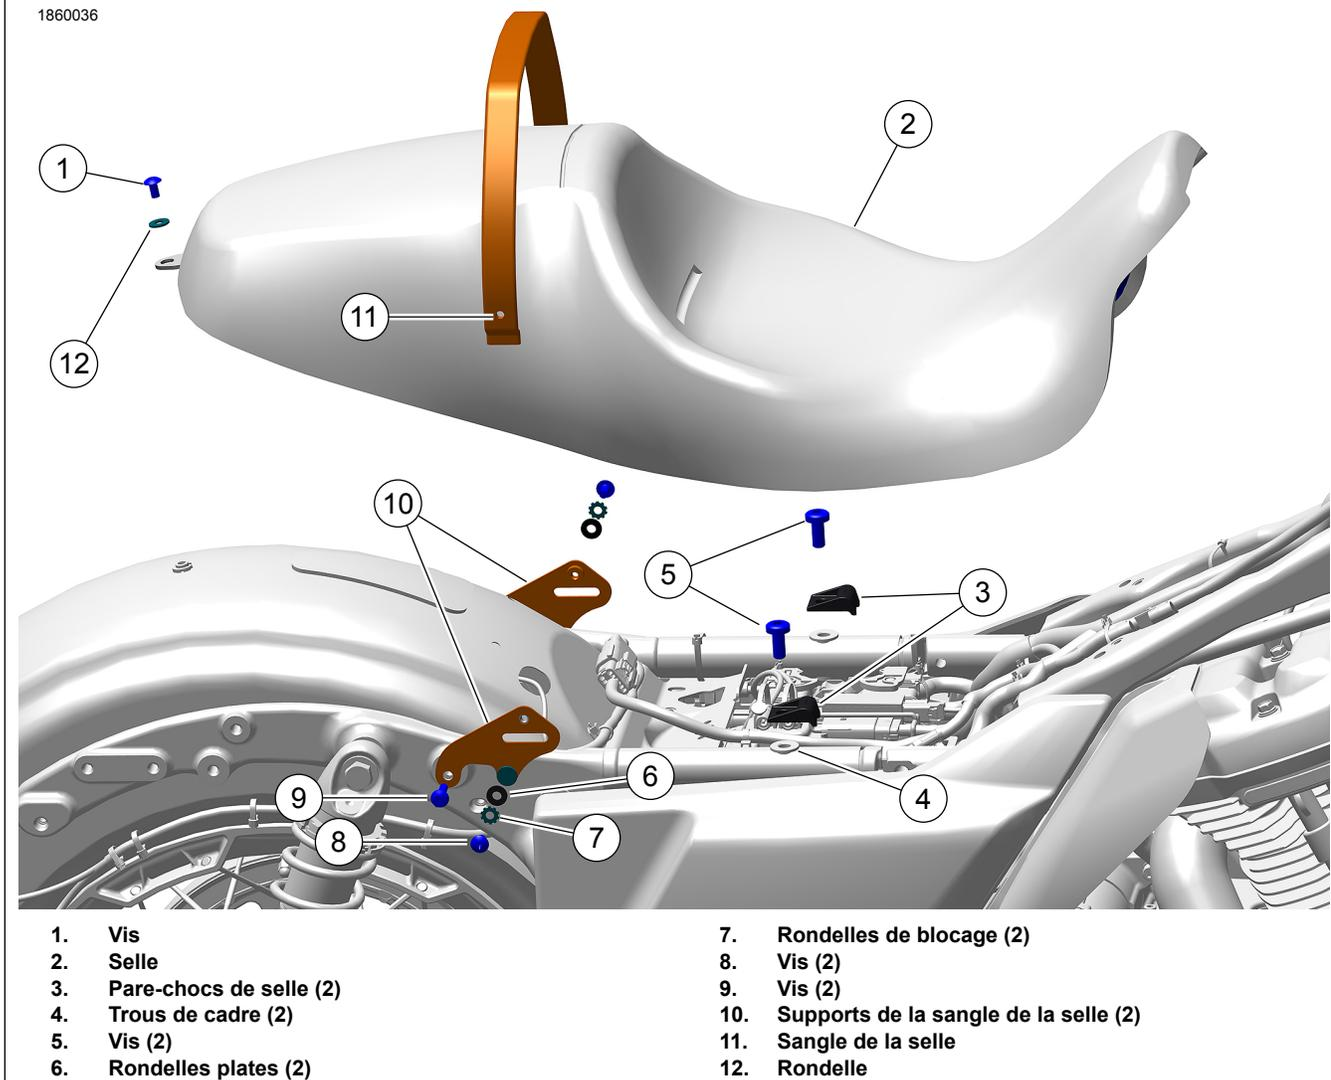

Figure 4. Kit matériel
1. Voir la Figure 4. Installer un pare-chocs de selle (3) sur chaque rail de cadre supérieur (4).
2. Sécuriser avec l'attache (5). Serrer.
1. Voir la Figure 4. Installer le support de la sangle de la selle.
- a. Positionner le support de la sangle de la selle (10).
- b. Installez la vis (9). Serrer.